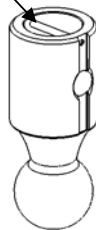

Figura 5
- Con la bola en la posición almacenada (ver figura 5). Revise la distancia entre la bola y el equipo del vehículo (es decir, diferencial, líneas de freno, líneas eléctricas y otros). Mida desde el eje hasta el tope del parachoques de hule y desde la bola hasta el elemento más cercano. Si el espacio es insuficiente, informe al cliente que no almacene la bola en el cabezal cuando lleve cargas pesadas. La distancia desde el eje hasta el tope del parachoques de hule debe ser menor que desde la bola al elemento más cercano.